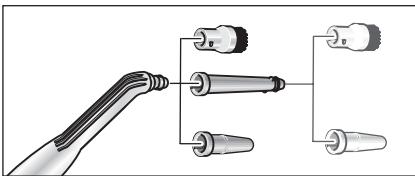

Fig. 6: Tilbehør til punktstråledysen
- For at effektivisere rengøringen ved arbejde med punktstråledysen (D1) kan De benytte den sammen med forlængerrøret (D2), rundbørsten (D3) eller powerdysen (D4) (se fig. 6). Sæt de to udspæringer i den del, der skal sættes på, på punktstråledysens næser. Drej den påsatte del med uret til anslag.